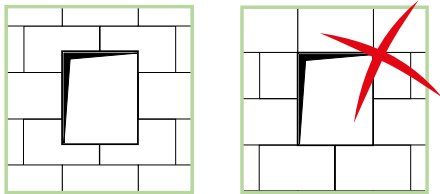

Abb. 4 Fenster-Türöffnungen mit Ausklinkung
- Um Rissbildungen an Öffnungsecken zu vermeiden dürfen keine Plattenstöße an Öffnungsecken ausgeführt werden (Abb. 4).